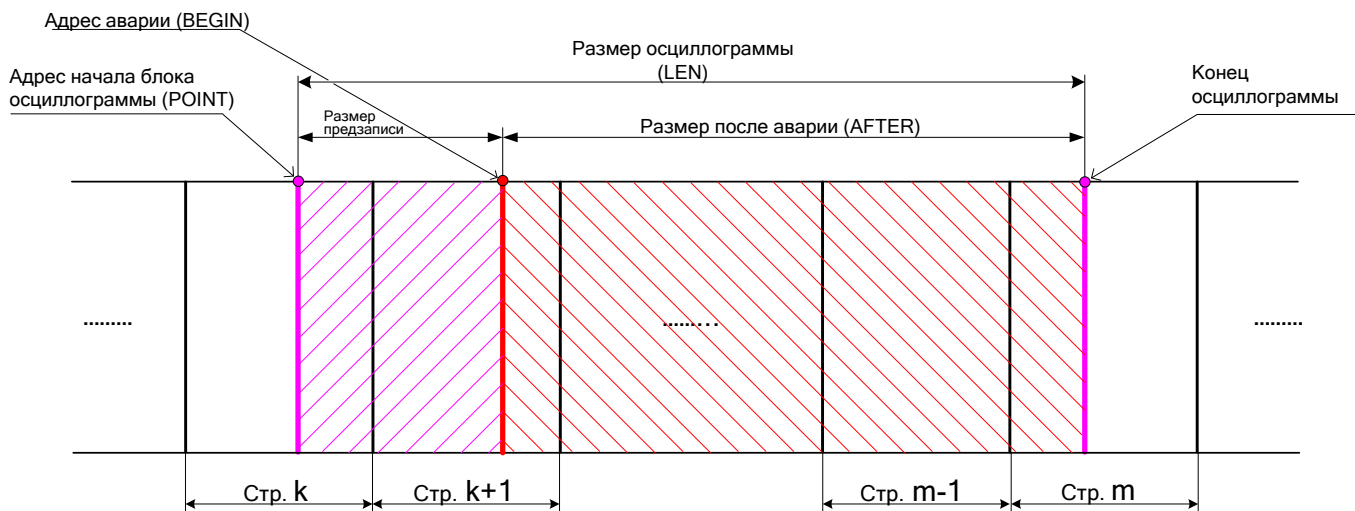

Рисунок 3.3
- выделить искомую осциллограмму из хранилища данных осциллограмм (рисунок 3.3) и прочесть её содержимое (при чтении осциллограммы выполняется её переворот – см. рисунок 3.4).